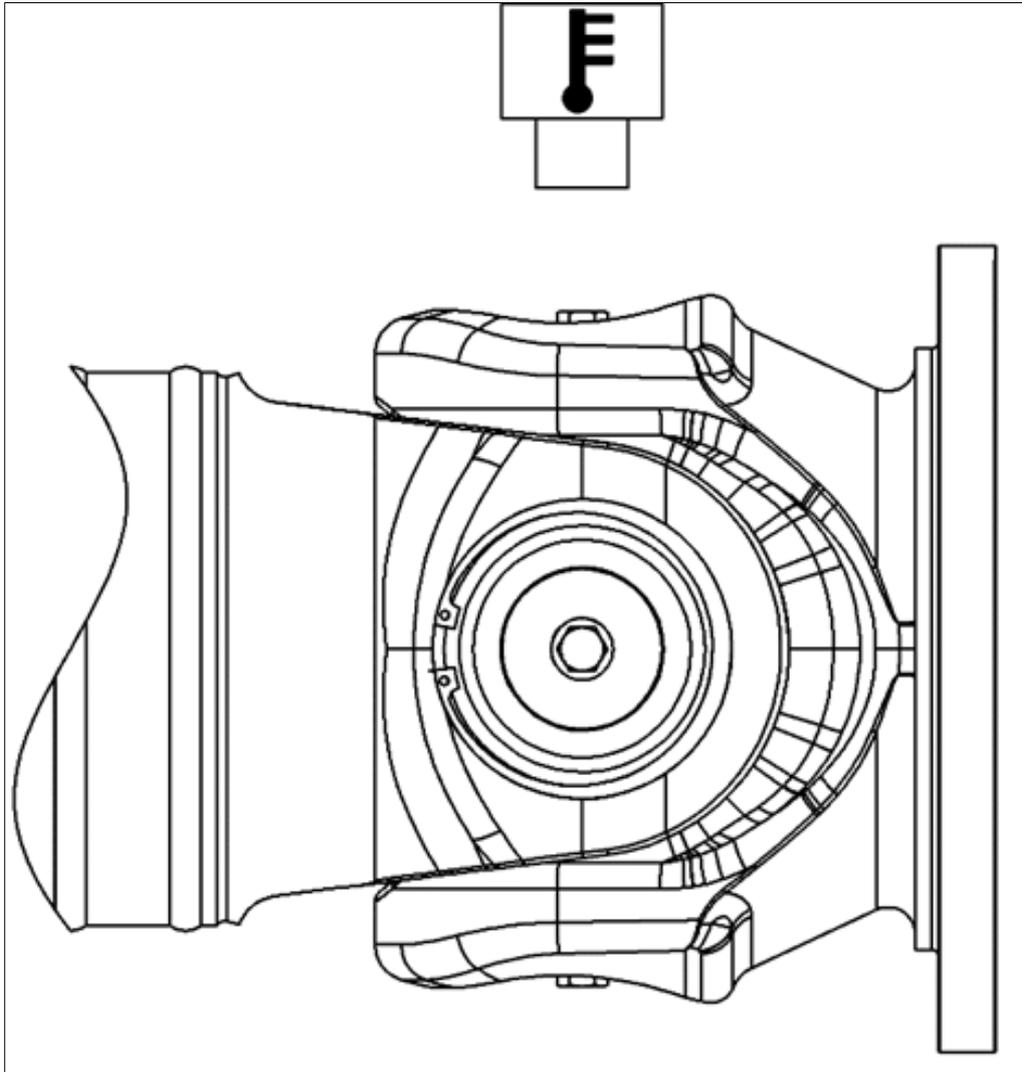

Abb. 3.3: Schematischer Aufbau einer Temperaturüberwachung
- ⇒ Voith empfiehlt an beiden Gelenken auf Höhe der Gelenklager eine Temperaturüberwachung anzubringen (→ Abb.3.3).